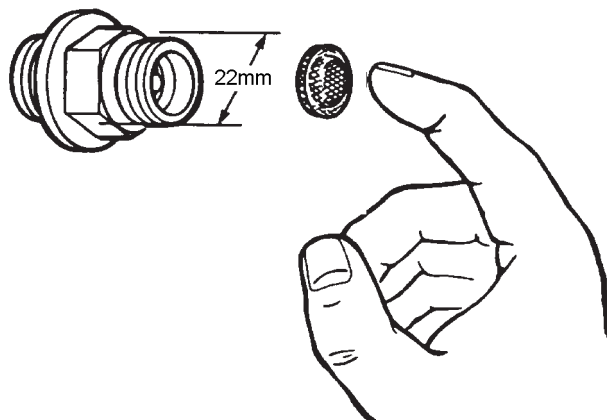

Abbildung 7
4. Spülen Sie die Filtereinsätze unter klarem Wasser, um Schmutzablagerungen zu beseitigen und setzen Sie die Filter wieder in die Rückschlagventile ein (siehe Abbildung 7).